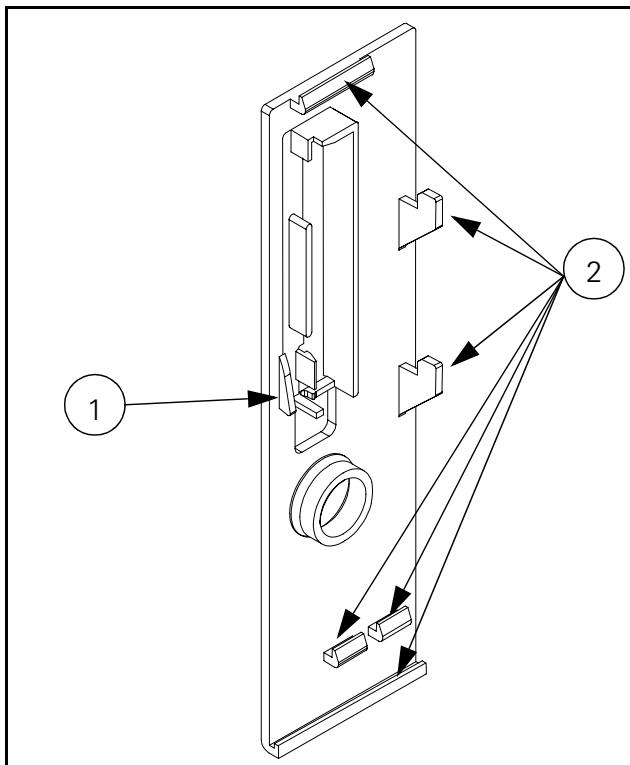
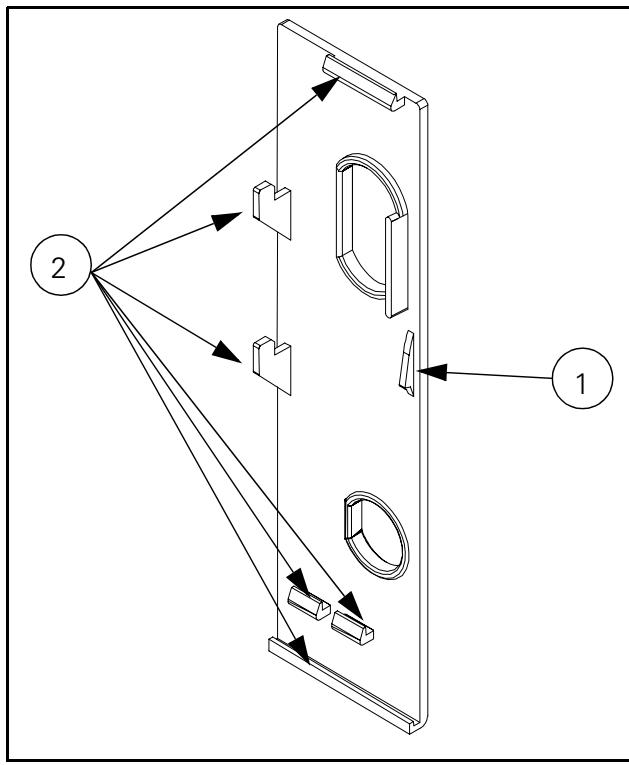

Abbildung 3-1 Innenseite der rechten Seitenplatte
Abbildung 3-2 Innenseite der linken Seitenplatte
Widerhaken und ein Schnappschloß (siehe Abbildung 3-1 und Abbildung 3-2) am Geräterückseite befestigt.
Die rechte Seitenplatte ist über sechs Widerhaken ② und ein Schnappschloß ①, wie in Abbildung 3-1 auf Seite 45 dargestellt, am hinteren Teil des Gehäuses befestigt. Zum Abnehmen der Seitenplatte muß zunächst das Schnappschloß ausgeklickt und dann die Platte vorsichtig zur Monitorunterseite hin geschoben werden, um die Widerhaken zu lösen. Die Platte lässt sich dann leicht aus dem Gehäuse heben. Für das Abnehmen ist eine Speicherplatte erforderlich.